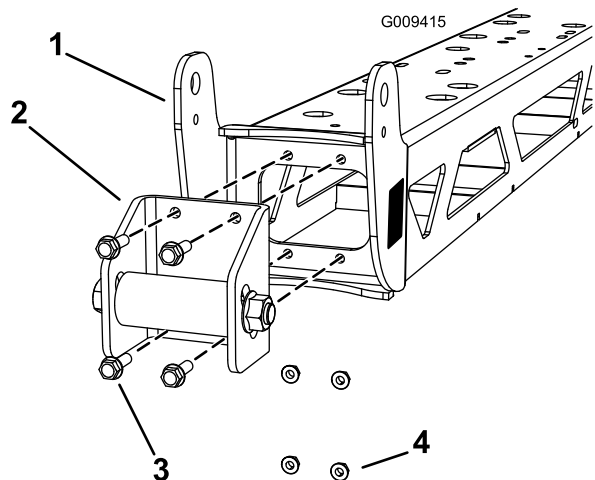

Figura 1
2. Rimuovete i 4 bulloni (5/16 x 1 pollice) e i 4 dadi (5/16 pollice) che fissano i ritegni al telaio della barra centrale, come illustrato in (Figura 1).